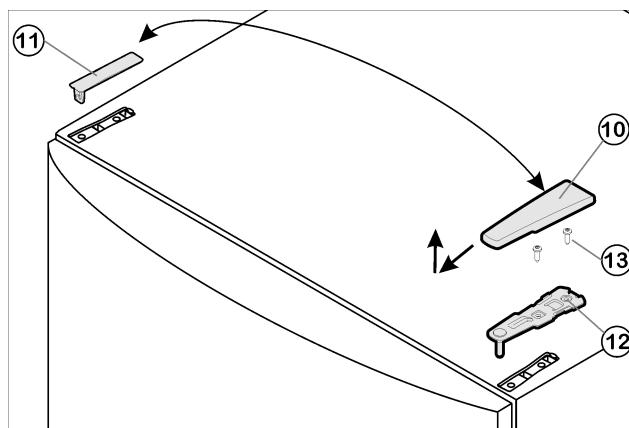

Fig. 4
- ▶ Відведіть кришку Fig. 4 (10) вперед і вгору.
- ▶ Зніміть кришку Fig. 4 (11).
- ▶ Викрутіть верхній опорний кронштейн Fig. 4 (12)(2 шт. Torx® 25) Fig. 4 (13) і відведіть вгору.
- ▶ Встановіть верхній опорний кронштейн Fig. 4 (12) в дверцята на новий бік шарніра.
- ▶ Пригвинтіть верхній опорний кронштейн Fig. 4 (12) (з моментом 4 Нм) гвинтами (2 шт. Torx® 25) Fig. 4 (13). Попередньо зробіть отвори для гвинтів або використовуйте викрутку з акумулятором.
- ▶ Кришку Fig. 4 (10) та кришку Fig. 4 (11) зафіксуйте з протилежного боку.